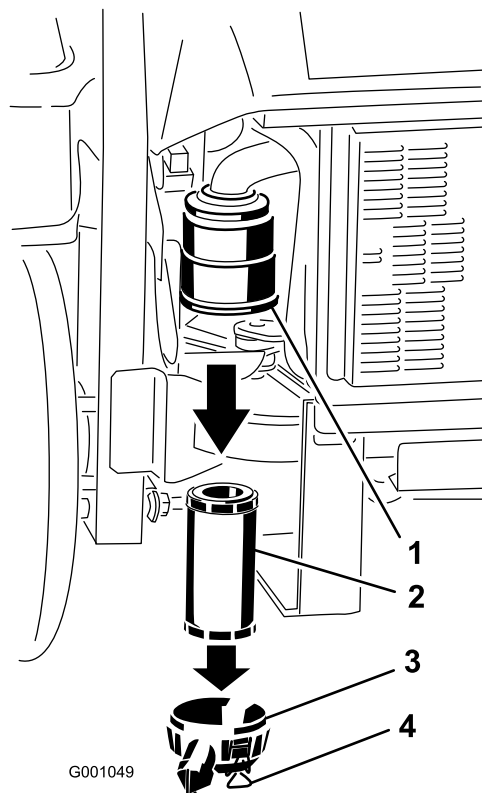

Figure 35
3. Déverrouillez le filtre à air et détachez le couvercle du boîtier du filtre (Figure 35).
5. Sortez l'élément filtrant du boîtier du filtre à air avec précaution (Figure 35). Évitez de cogner l'élément à l'intérieur du boîtier.